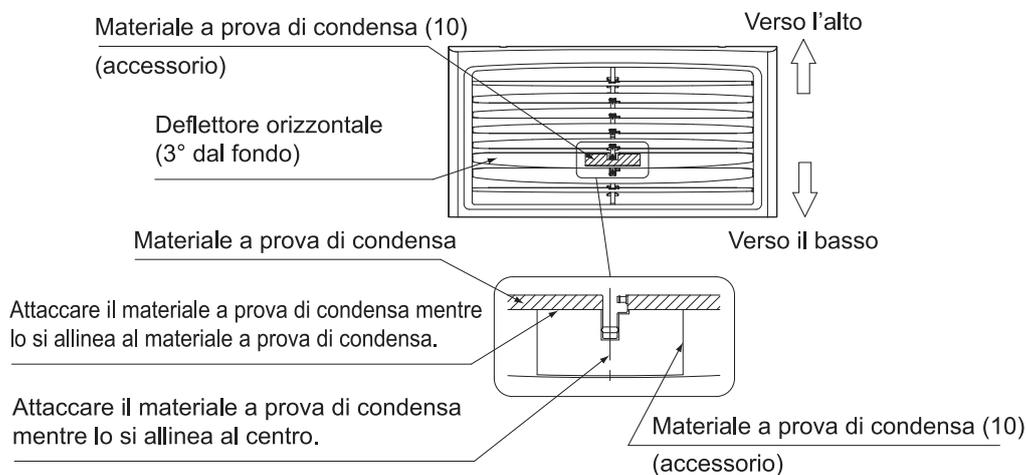

Fig. 8
- Per facilitare il lavoro, posizionare i 5 deflettori orizzontali superiori verso l'alto e i 3 deflettori orizzontali inferiori verso il basso. Quindi, attaccare il materiale a prova di rugiada (10) in dotazione al terzo deflettore orizzontale partendo dal fondo, come illustrato nella Fig. 8. Se il materiale non viene attaccato nel punto corretto, l'acqua della condensa potrebbe gocciolare.